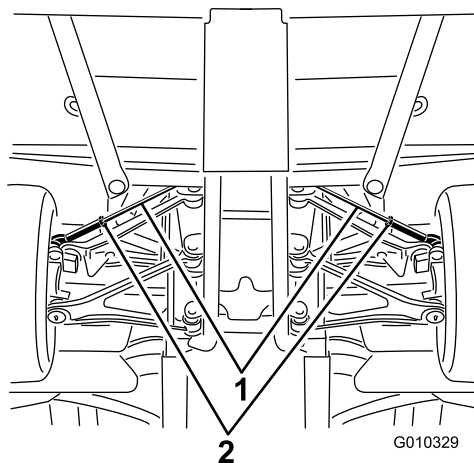

Figura 50
- A. Afloje la contratuerca del centro del tirante (Figura 50).